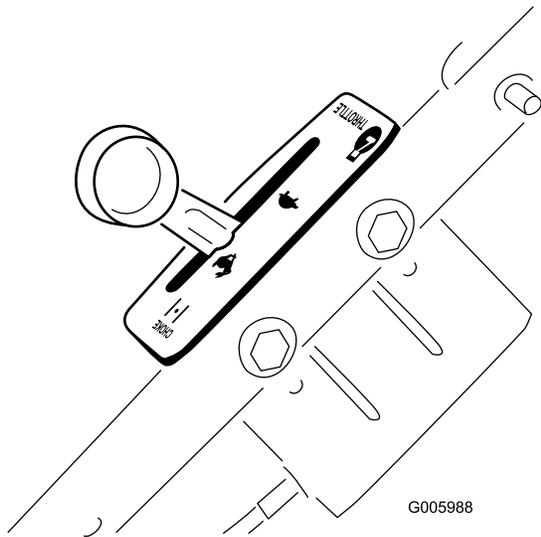

Figure 9
A. Placez la manette d'accélérateur en position Haut régime (Figure 9).